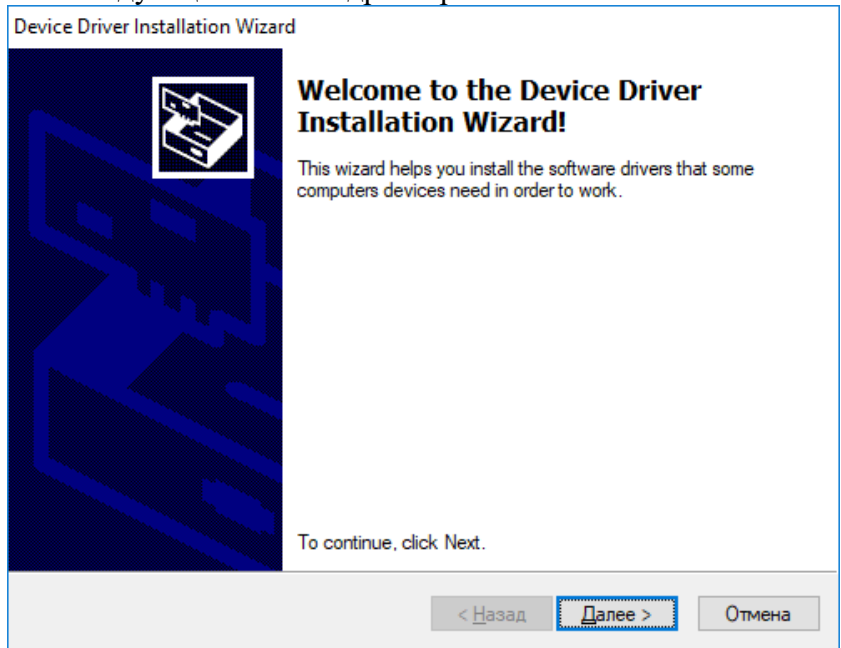

Рисунок 49
12. Нажать кнопку «Далее» в окне «Device Driver Installation Wizard», рисунок 49, для установки следующего пакета драйверов.